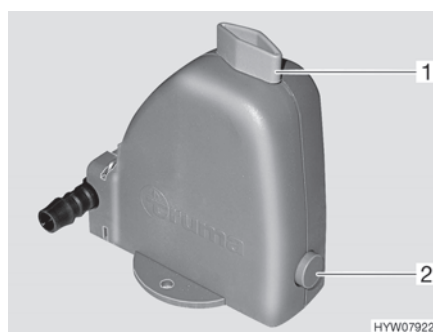

Fig. 177 Valvola di sicurezza/di scarico
Il riscaldamento è dotato di una valvola di sicurezza/di scarico (Fig. 177). La valvola di sicurezza/di scarico impedisce che l'acqua per la preparazione dell'acqua calda congeli in presenza di basse temperature esterne, quando il riscaldamento non è acceso.
- Chiudere la valvola di sicurezza/di scarico. A tal fine ruotare la manopola (Fig. 177,1) verticalmente rispetto alla valvola di sicurezza/di scarico e premere verso l'interno il bottone a pressione (Fig. 177,2).
- Aprire la valvola di sicurezza/di scarico. A tal fine ruotare la manopola (Fig. 177,1) nel senso della lunghezza della valvola di sicurezza/di scarico. Il bottone a pressione (Fig. 177,2) scatta all'infuori. Il serbatoio dell'acqua sanitaria viene svuotato verso l'esterno tramite la valvola di sicurezza/di scarico.